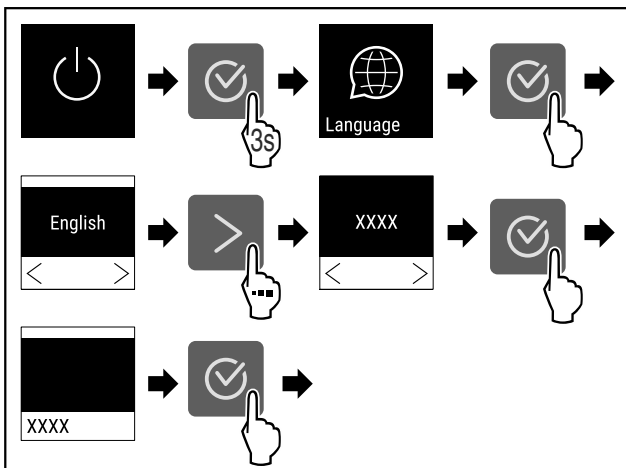

Fig. 55
- ▶ Изпълнете стъпките (виж Fig. 55) .